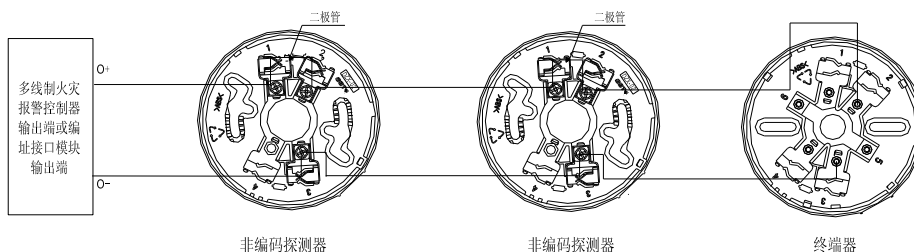

图 6 系统构成图
- 2) 当终端器不作为探测器底座使用时，应在终端器上加装上盖，系统构成图如图 6 所示。